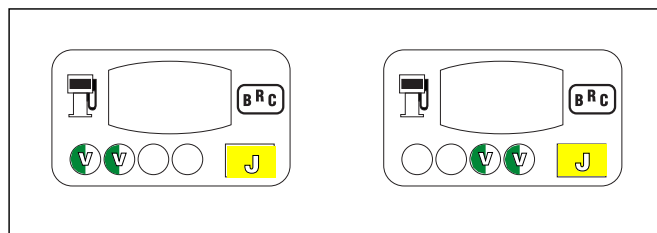

Fig. 28 Acquisition et auto-configuration du signal sonde lambda
- Si le régime tours du moteur est maintenu sur une valeur correcte, le LED BICOLORE s'allume jaune fixe et la phase d'acquisition de la sonde lambda commence (fig. 28).